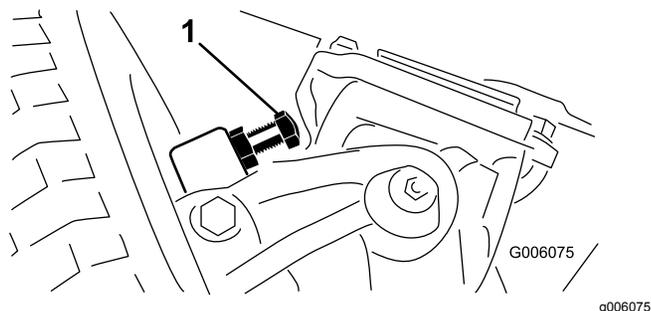

図 67
1. すきまが、2.3 mmになるよう、ボルトを締め込み、あるいはゆるめて調整します 図 67を参照。